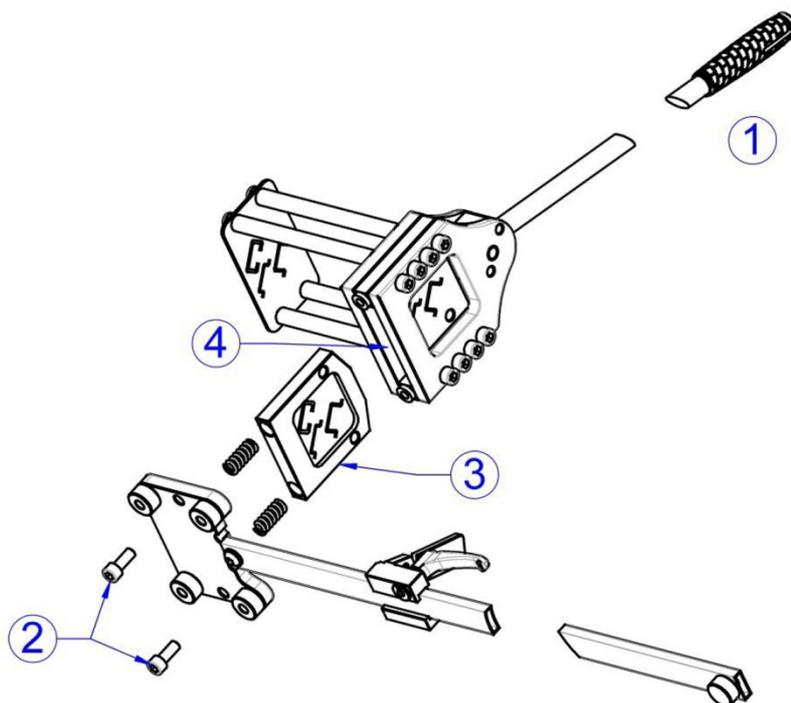

Fig. 9: Manutenzione della piastra di taglio
- Abbassare completamente la leva di comando (fig. 9, pos. 1).
- Allentare le due viti M10 (fig. 9, pos. 2) sul lato inferiore del dispositivo.
- Rimuovere dal basso la piastra di taglio dall'apparecchio (fig. 9, pos. 3).
- Pulire l'interno (fig. 9, pos. 4) della taglierina per guide e soffiare con aria compressa.